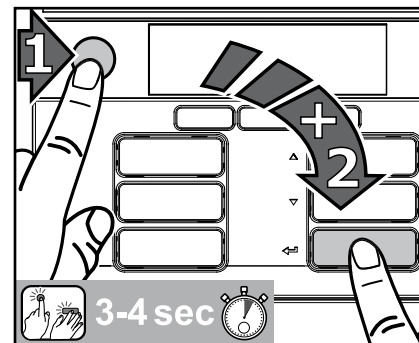

Fig. 24
1. Premere innanzitutto il tasto STOP, dopodiché il tasto INVIO  e mantenere premuti contemporaneamente ambedue i tasti per 3-4 secondi, per accedere al modo di lavaggio. (Fig. 24)